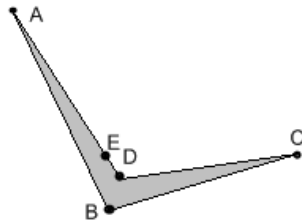
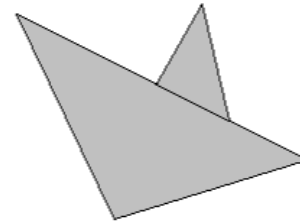

Fig. A.2. Samenvallende punten (ver ingezoomd).
Fig. A.3. Samenvallende punten: polygonen die te dicht op elkaar liggen.
2. Hoe meer er afgerond/afgekapt wordt, hoe groter de kans op samenvallende punten. Zie Fig. A.2. Stel dat deze geometrie met millimeterprecisie moet worden teruggebracht tot een met centimeterprecisie. Als punt D op 4 millimeter afstand van punt E ligt dan zullen deze twee punten samenvallen. In dit geval zou de geometrie nog geldig blijven. Echter, als de punten B en D ook samen komen te vallen dan ontstaat er een ongeldige geometrie. Als dergelijke situaties vaak voorkomen dan zal de precisie vergroot moeten worden.
De minimale afstand tussen twee punten wordt aangeduid met de **tolerantie**. Punten die te dicht op elkaar liggen worden als samenvallend beschouwd, zelfs als de punten bij aparte polygoonringen of aparte polygonen (zie Fig. A.3) horen. Als in Fig. A.2 de punten B en D binnen de tolerantie vallen dan ontstaat er een ongeldige geometrie.
Redundante punten zijn *opeenvolgende* samenvallende punten en worden ook wel **repeterende punten** genoemd. Stel dat punten D en E in Fig. A.2 samenvallen dan kan punt E als redundant worden beschouwd en worden verwijderd. De geometrie blijft dan geldig.
| Samenvallende punten (zie Fig. A.2, A.3) | Punten staan dichter dan Nm op elkaar. | (geen) | Ja | Nee |